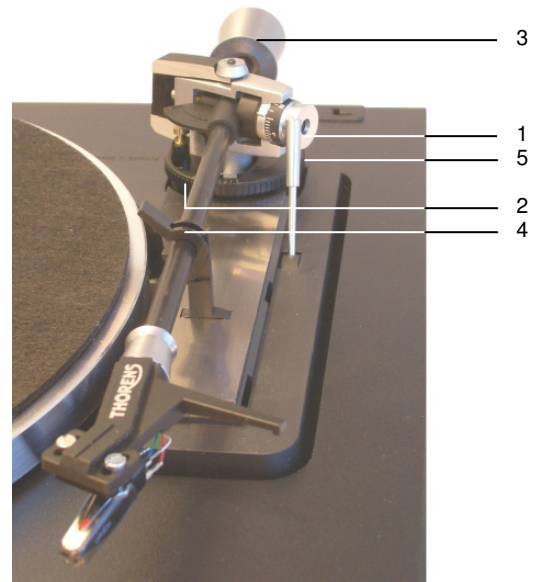

Fig. 6
Stellen Sie den Regler für die Auflagekraft (1) auf 0 und drehen Sie die Antiskating-Einrichtung (2) entgegen dem Uhrzeigersinn bis an den Anschlag (Fig. 6).
Entriegeln Sie den Tonarm (4) und schwenken ihn nach innen. Bringen Sie den Lifthebel (5) in Stellung ∇ , dabei den Tonarm festhalten (Fig. 6).
Turn the tracking force adjuster (1) to "0" and the anti-skating knob (2) counter-clockwise until it stops (Fig. 6).
Unlock the tone arm (4) and move it a bit towards the centre of the platter. Bring the lift-lever (5) into position **DOWN** while holding back the tone arm (Fig. 6).
Amenez le bouton de réglage de la force d'appui (1) sur 0 et tournez le bouton de réglage de l'antiskating (2) dans le sens inverse des aiguilles d'une montre jusqu'au blocage complet (Fig. 6).
Déverrouillez le bras de lecture (4) et déplacez-le vers l'intérieur. Actionnez le levier de lève-bras en tenant le bras de lecture (Fig. 6).